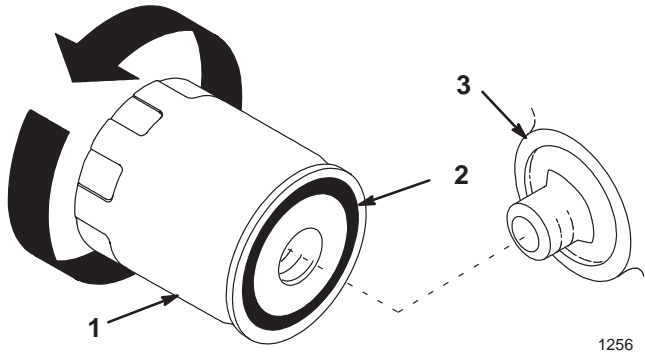

Abbildung 22
2. Den alten Filter entfernen und die Dichtungsfläche des Filteradapters (Abb. 22) abwischen.
3. Eine dünne Schicht neues Öl auf die Gummidichtung am Austauschfilter geben (Abb. 22).
4. Den Austauschölfilter am Filteradapter anbringen. Den Filter im Uhrzeigersinn drehen, bis die Gummidichtung den Filteradapter berührt. Dann den Filter um eine weitere 1/2 Umdrehung festziehen (Abb. 22).